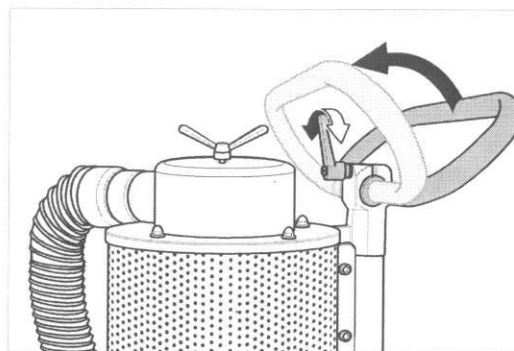

Fig. 2 Pour basculer la machine, il convient en premier lieu de desserrer le levier de blocage puis de rabattre l'étrier de maintien vers l'avant.
- 2 Après avoir déballé la machine, desserrez le levier de blocage de l'étrier de maintien, rabattez l'étrier de maintien vers l'avant et resserrez le levier de blocage (fig. 2).